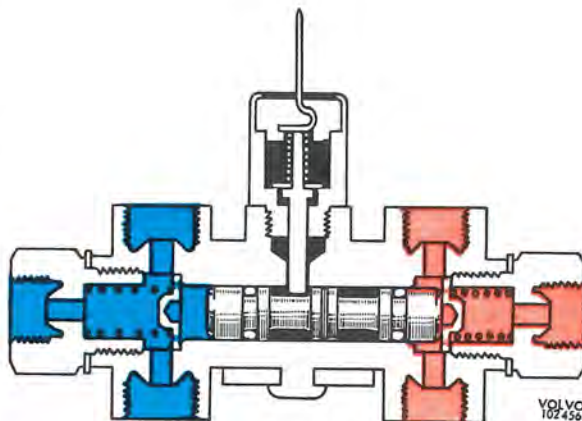

Bild 42. Varningsläge
Först när trycket i sekundärkretsen överstiger primärkretsens med cirka 10 kp/cm² har kolvarna pressats så långt åt höger att styrpinnen (4) kan tryckas nedåt. Därvid når kontaktbrickan (2) huset (3) och strömkretsen slutes (bild 42). Görs kretsarna trycklösa hindrar styrpinnen kolvarna att återgå till normalläge. Detta kan ske först sedan varningskontakten (3) skruvats ut.